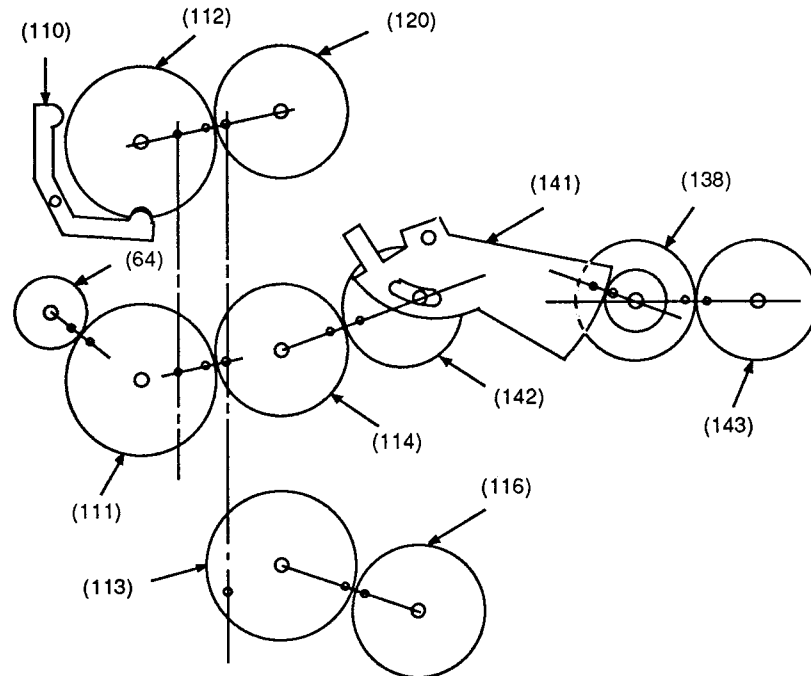

Fig. 47
Die Abbildungen Fig. 47 / 48 zeigen das Laufwerk in der Bezugsposition "STOP" und die dabei auftretende Anordnung der Markierungslöcher. Die Bezugsposition "STOP" ist identisch mit der Laufwerkstellung "Umspülbetrieb". Diese entspricht der 2. Raststellung des Kupplungsrades (116), wenn diese Laufwerkstellung durch Drehen des Capstanrotors von Hand angefahren wird.
The illustrations Fig. 47 / 48 show the drive mechanism in the reference position "STOP" and the resulting alignment of the marking holes. The reference position "STOP" is identical to the mechanical position during "WINDING MODE". This corresponds to the second locking position of the clutch disc (116), when this mechanical position is reached by rotating the capstan rotor by hand.